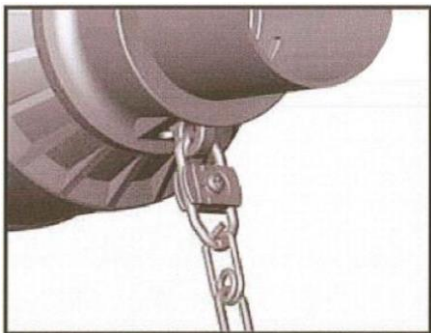

Рис. 84. Закрывание замка
- Закройте пластину замка и затяните болт (Рис. 84)